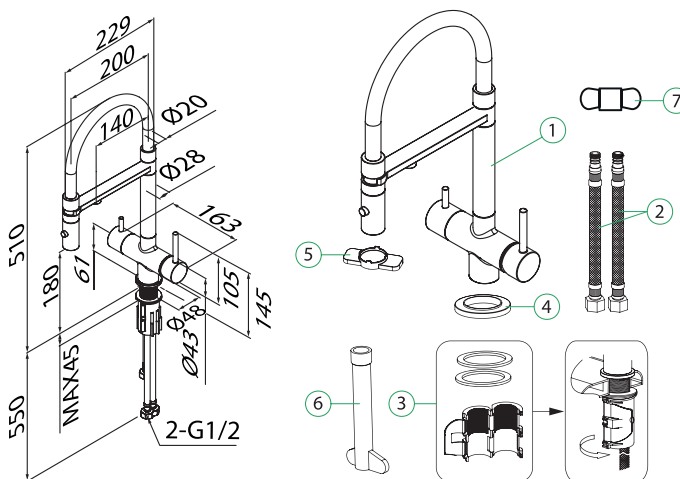

Рис. 1
2. Закрепите смеситель на рабочей поверхности, используя входящий в комплект набор крепежа (рис. 1 деталь 3).